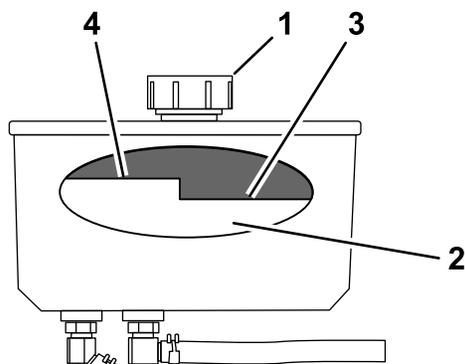

Figura 73
4. Limpie alrededor del cuello de llenado y el tapón del depósito de aceite hidráulico (Figura 73).
5. Retire el tapón del cuello de llenado (Figura 73).
**Nota:** El nivel de aceite debe estar por debajo del nivel caliente del tabique cuando el aceite está caliente (Figura 73).